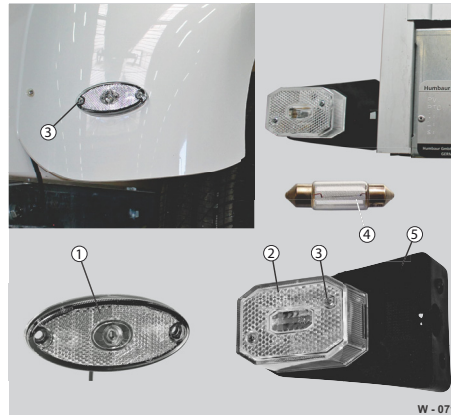

Abb. 73 Begrenzungsleuchte / Lampe vorne
- Verschraubung (Abb. 73/3) lösen und Abdeckglas (Abb. 73/2) entfernen.
- Lampe (Abb. 73/4) auswechseln.
- Abdeckglas auf der Halteplatte (Abb. 73/5) mit der Verschraubung befestigen - nicht zu fest anziehen, auf Ausrichtung achten.
- Eine defekte LED-Leuchte (Abb. 73/1) in einer Fachwerkstatt auswechseln lassen.